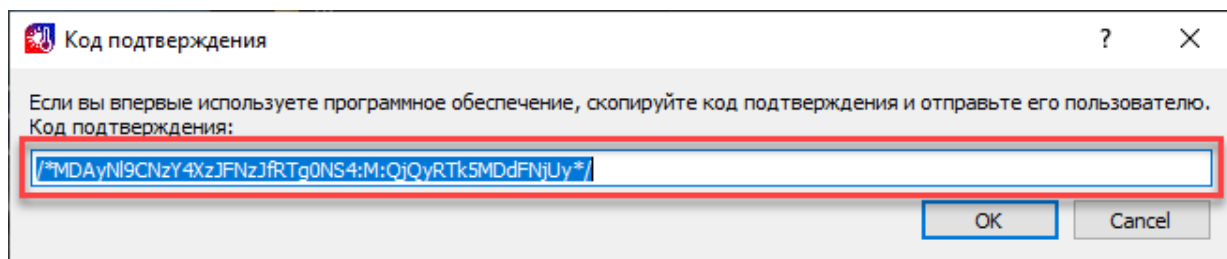

Рисунок 2.3.1 – Окно лицензионного ключа
- 2) Для работы в программном обеспечении требуется лицензионный ключ от производителя, для этого необходимо скопировать код при первом запуске (рисунок 2.3.1), заполнить форму 1 (Приложение 1) и отправить производителю.